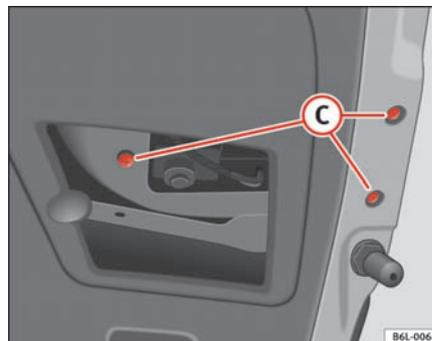

Fig. 162 Luz trasera en el portón
- Extraiga los tornillos **(C)** ⇒ página 238, fig. 162 y desenchufe el conector.